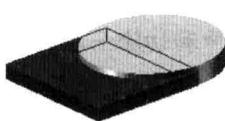
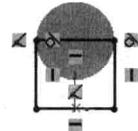

图 1.4 拉伸 2
图 1.5 横断面草图
(3) 定义拉伸深度属性。
① 定义深度方向。采用系统默认的深度方向。
② 定义深度类型和深度值。在“拉伸”窗口 **方向1** 区域的下拉列表框中选择 **给定深度** 选项，输入深度值 5.5。
(4) 单击 按钮，完成拉伸 1 的创建。
Step3. 创建图 1.4 所示的零件基础特征——拉伸 2。选择下拉菜单 **插入(1)** → **凸台/基体(E)** → **拉伸(E)...** 命令，选取前视基准面作为草图基准面，在草绘环境中绘制图 1.5 所示的横断面草图。在“拉伸”窗口 **方向1** 区域下拉列表框中选择 **给定深度** 选项，输入深度值 4.0，单击 **确定** 按钮，完成拉伸 2 的创建。